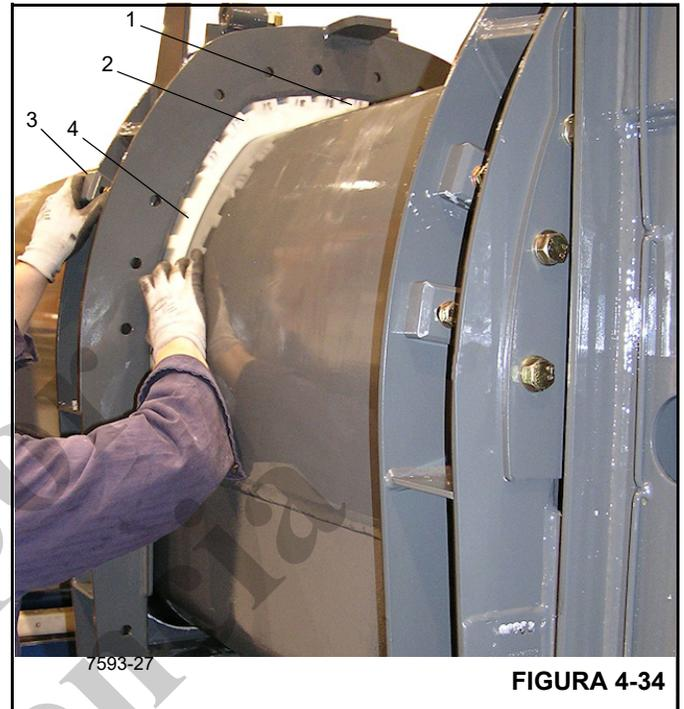

FIGURA 4-34
9. Instale la almohadilla de desgaste interior inferior (1) (Figura 4-34), y las almohadillas de desgaste interiores